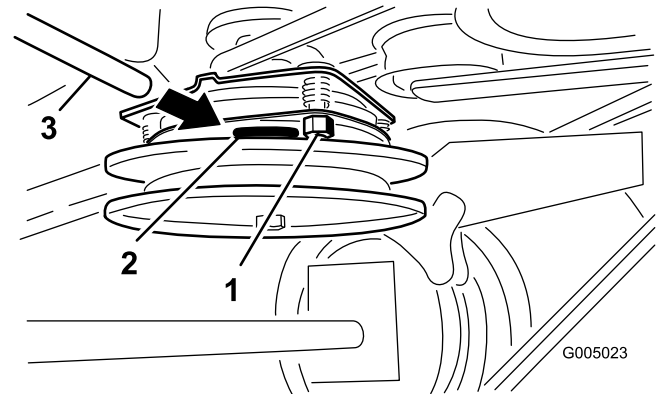

Figura 46
2. Apriete las contratuercas hasta que empiece a notar una ligera fricción en la galga, pero dejando que ésta se mueva con facilidad en el entrehierro (Figura 46).